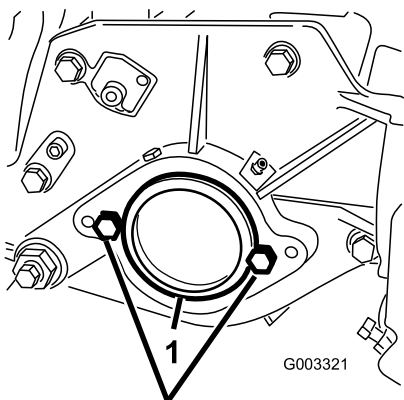

Figura 7
- En el extremo derecho de la unidad de corte, retire el tapón de plástico del alojamiento del cojinete (Figura 7).
- Retire los 2 tornillos de caperuza de la chapa lateral derecha (Figura 7).
1. Tapón de plástico 2. Tornillo de caperuza (2)
- Instale provisionalmente los 2 tornillos de caperuza de montaje del motor del molinete a la chapa lateral izquierda de la unidad de corte (Figura 7).